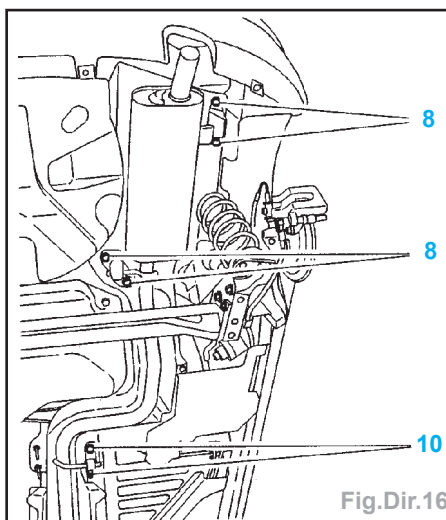

Fig.Dir.16
- Déposer les écrous (8), (9) et (10) (Fig.Dir.16).